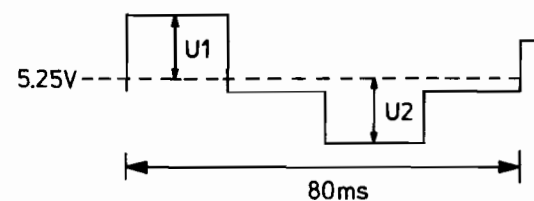

Fig. 5.4
- Auf 14-7053 ist jetzt ein Signal sichtbar, wie gezeichnet in Fig. 5.4.